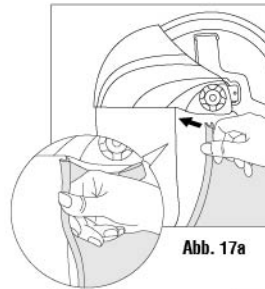

Abb. 17a
Schritt 1: Setzen Sie die U-förmige Abdichtungsschicht an den Rand der Gesichtsschutzscheibe ein. Drücken Sie mit dem Daumen auf den Rand der Dichtungsschicht, um sie in der Gesichtsschutzscheibe zu fixieren (siehe Abb. 17a).